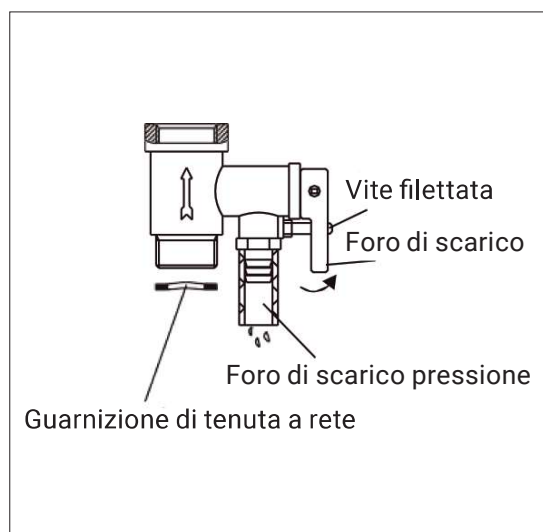

Fig.7
- Svitare la vite filettata sulla valvola di sicurezza multifunzione e sollevare la maniglia di scarico verso l'alto (vedi Fig.7) per scaricare l'acqua dal serbatoio interno.